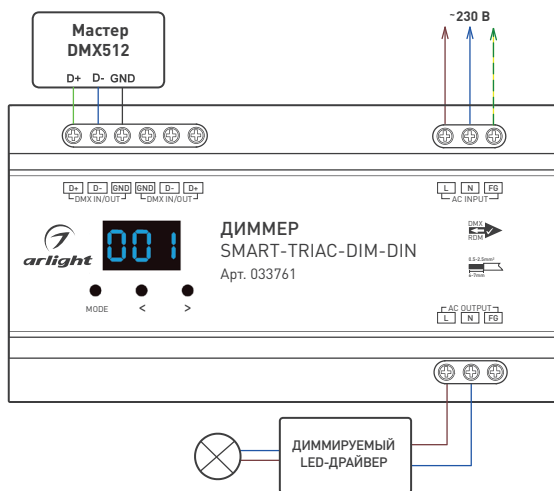

Рисунок 1. Схема подключения диммер SMART-D17-DIM в режиме DMX512
- 3.2. Подключите диммер согласно схеме (рисунок 1).